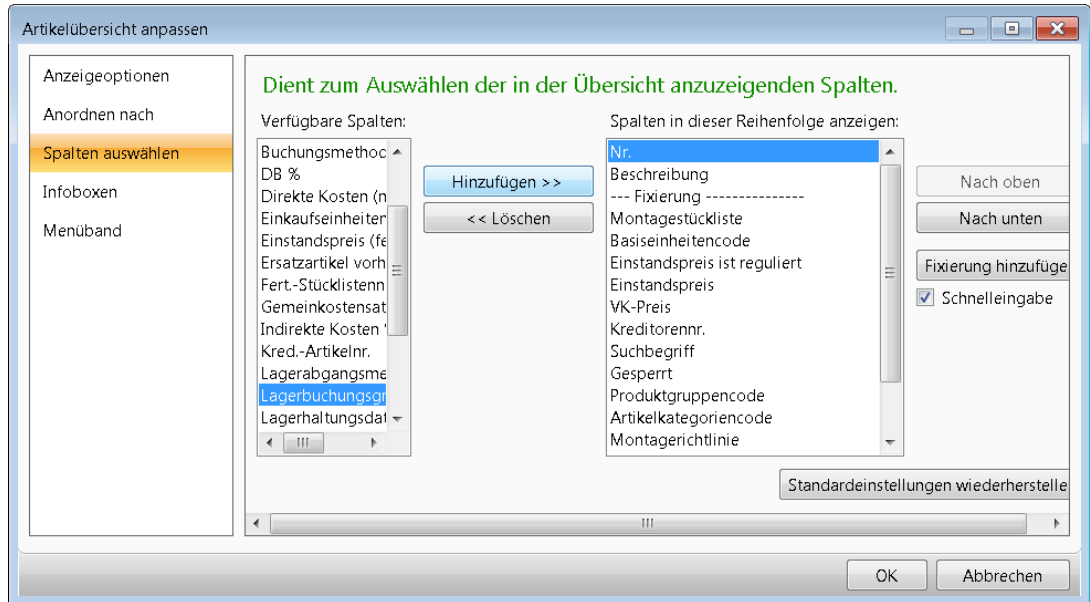

Abbildung 2.19 Hinzufügen der Spalte *Lagerbuchungsgruppe* zur Artikelübersicht
4. Im Dialogfeld zur Seitenanpassung markieren Sie die Spalte *Lagerbuchungsgruppe* und betätigen die Schaltfläche *Hinzufügen >>* (siehe Abbildung 2.19).